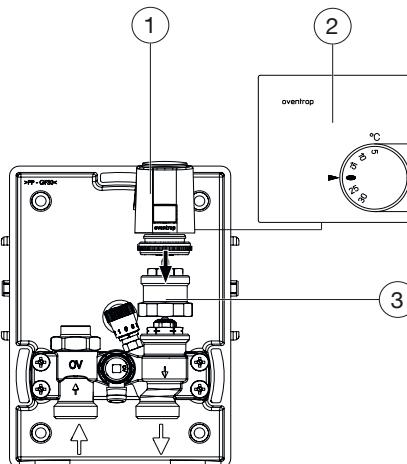

Fig. 9: Montage du thermostat d'ambiance avec moteur
3. Visser la rallonge (voir Fig. 9 en page 49 (3)) sur le robinet.
4. Visser le moteur (voir Fig. 9 en page 49 (1)) sur le robinet. Faire passer le câble à travers le trou dans le boîtier encastrable (voir section 6.1 en page 45).